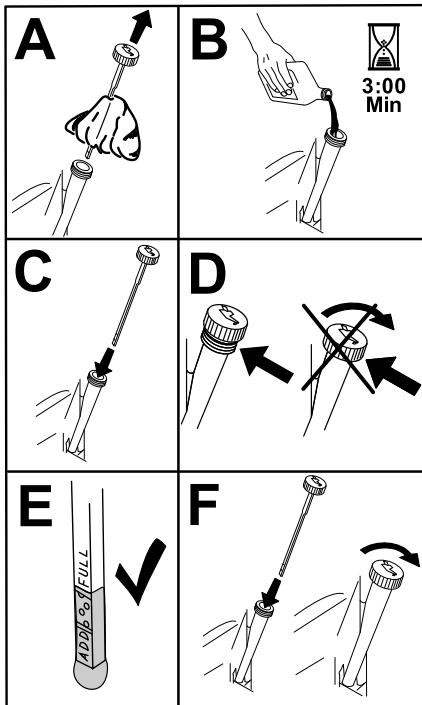

Figura 18
- Vierta lentamente un 80% aproximadamente del aceite especificado por el tubo de llenado, luego añada lentamente el resto del aceite hasta que llegue a la marca **Full** (Lleno) (Figura 18).
3. Llene el cárter con el tipo correcto de aceite nuevo (Figura 18).